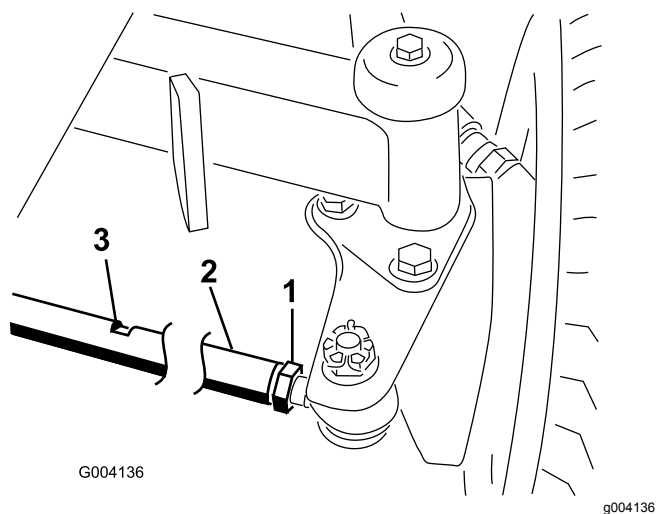

Figure 64
2. Desserrez l'écrou de blocage à chaque extrémité de la biellette (Figure 64).